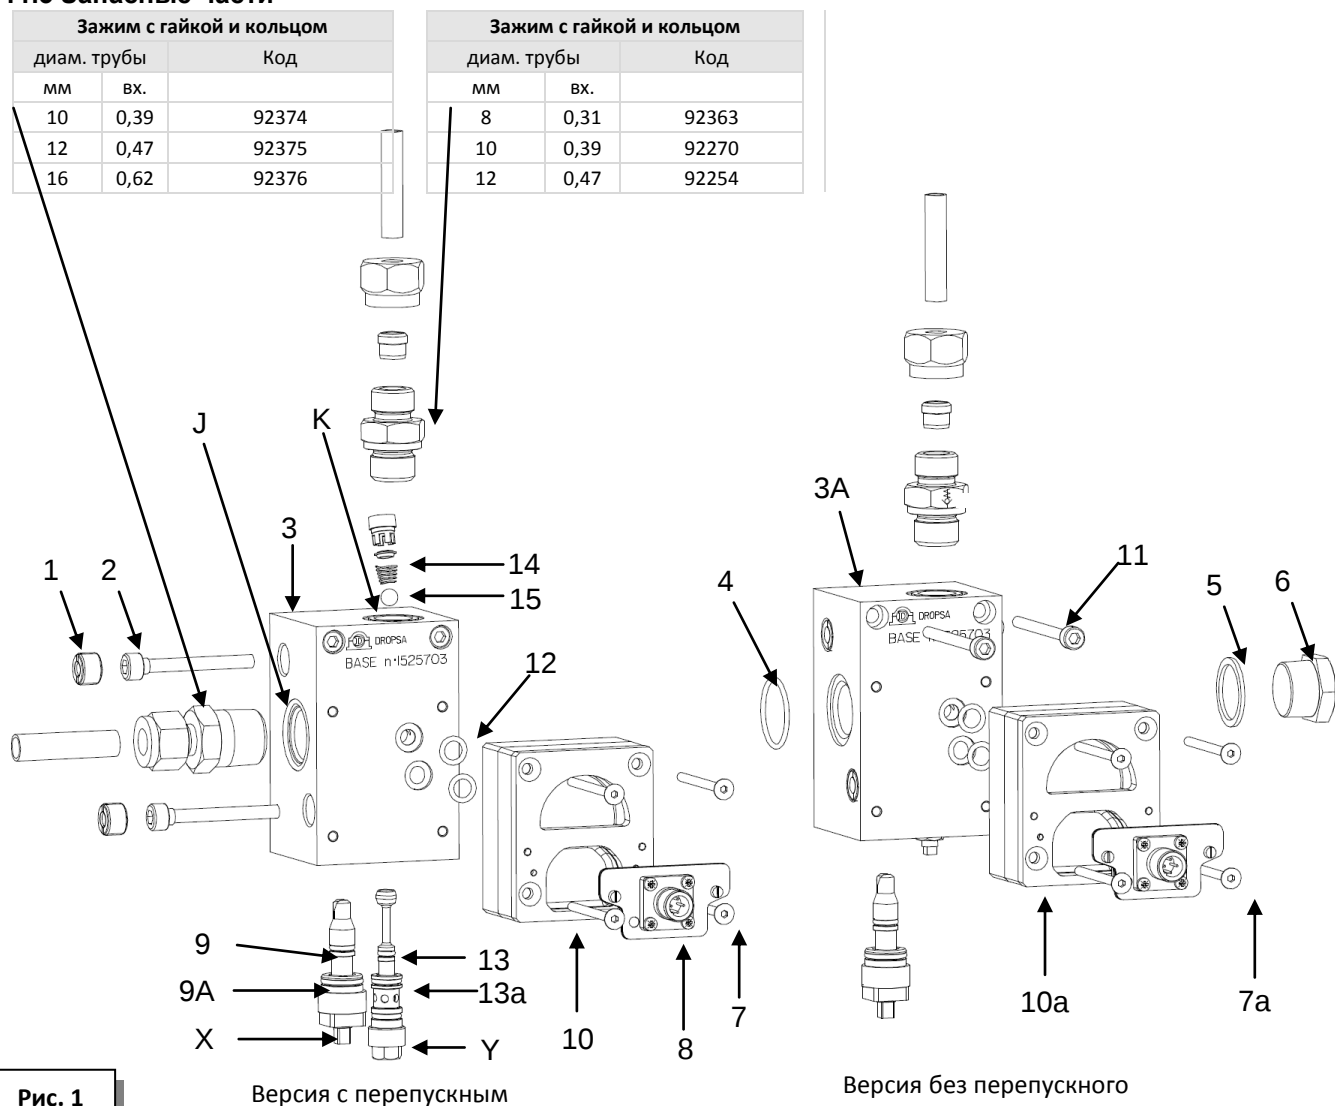

Рис. 1
- Подсоедините впускные (пар. 11.3, рис. 1, поз. J) и выпускные трубки (пар. 11.3, рис. 1, поз. K) для масла.
- 1) Отвинтите два резьбовые заглушки (пар. 11.3, рис. 1, поз. 1) второго расходомера.
- 2) Затяните два винта (пар. 11.3, рис. 1, поз. 2) первого расходомера. Следите за тем, чтобы уплотнительное кольцо (пар. 11.3, рис. 1, поз. 4) располагалось в своем углублении и, следовательно, не повредилось во время монтажа.
- 3) Вновь навинтите два резьбовые заглушки (пар. 11.3, рис. 1, поз. 1) первого расходомера.
Производительность **FLOW MASTER II** легко можно отрегулировать с помощью регулировочного штыря (пар. 11.3, рис. 1, поз. X).
При обслуживании «спутника», посредством воздействия на перепускной клапан (дополнительно - пар. 11.3, рис. 1, поз. Y), можно отклонить поток к приложению.
- Для удобства работ по техобслуживанию, в том числе на работающем устройстве, следует предусмотреть на входе сферический клапан для выделения секций устройства. В любом случае, в версиях с перепускным клапаном можно работать на «спутнике» без остановки потока к приложению (пар. 11.3, рис. 1, поз. Y).